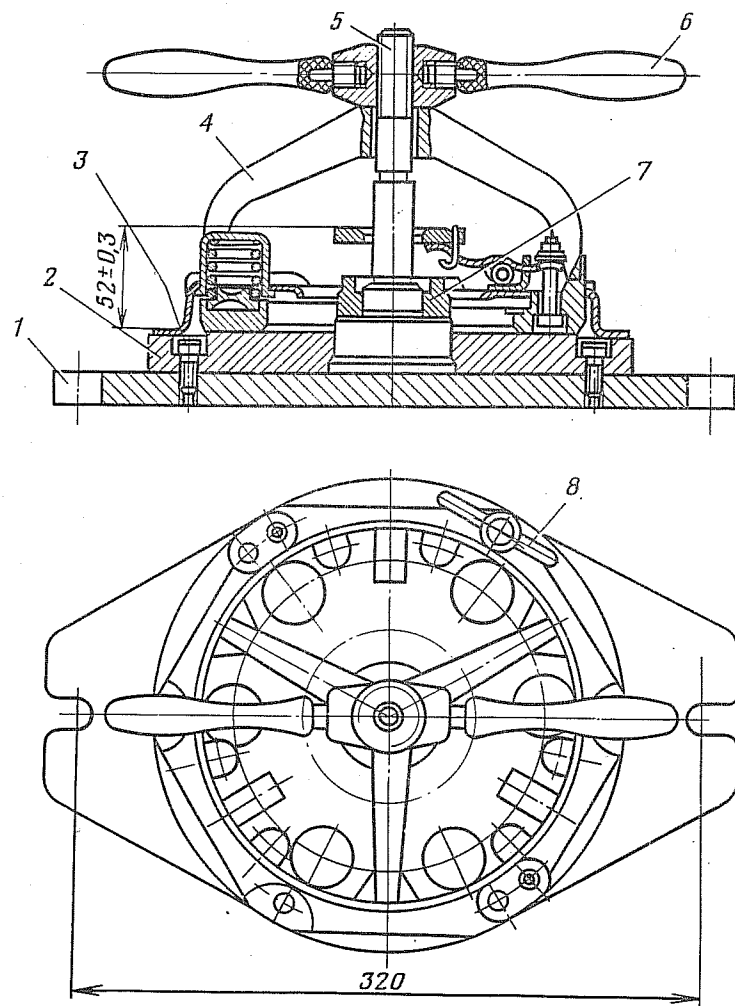
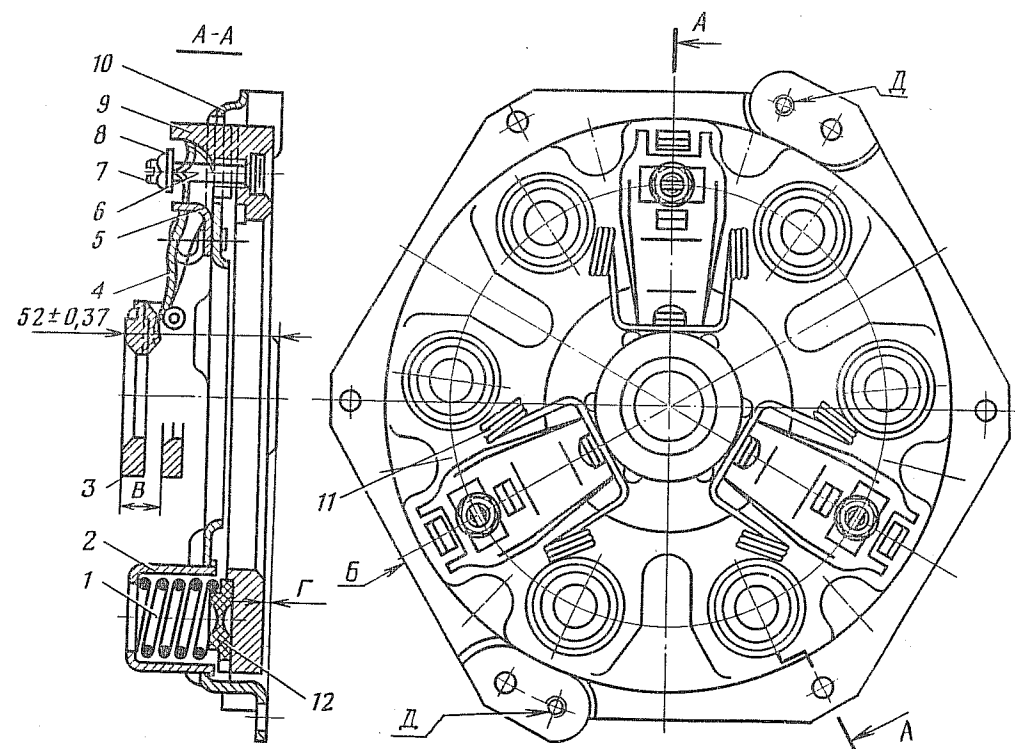

Рис. 122. Приспособление для разборки и сборки нажимного диска сцепления:
Рис. 123. Нажимной диск сцепления с кожухом в сборе:
1.1. Установить нажимной диск сцепления с кожухом в сборе на приспособление (рис. 122) и, вращая рукоятку 6, сжать нажимные пружины (приспособление).
1.2. Пометить взаимное положение кожуха 10 (рис. 123) и нажимного диска 9 сцепления (кернер, молоток 500 г).
1.4. Отвернуть рукоятку 6 (рис. 122) приспособления, снять кронштейн 4, кожух 10 (рис. 123) сцепления, стаканы 2 нажимных пружин, нажимные пружины 1 и термозоляционные прокладки 12. Снять нажимной диск 9 с приспособления, вынуть из отверстий нажимного диска пальцы 6.
3.1. Установить в отверстия нажимного диска 9 (рис. 123) пальцы 6.
3.5. Установить кронштейн 4 (рис. 122) приспособления на кожух 10 (рис. 123) и, вращая рукоятку 6 (рис. 122), сжать нажимные пружины 1 (рис. 123), установить на пальцы 6 опорные шайбы 8 и завернуть регулировочные гайки 7. Отвернуть рукоятку 6 (рис. 122) и снять кронштейн 4 с кожуха (отвертка 150×0,5, ключ 12).
3.6. Провести десятикратное выключение сцепления перемещением пяты 3 (рис. 123) на размер *В*, равный 11 мм. Снять нажимной диск сцепления с кожухом в сборе с приспособления (штангенциркуль ШЦ-I-125-0,1).